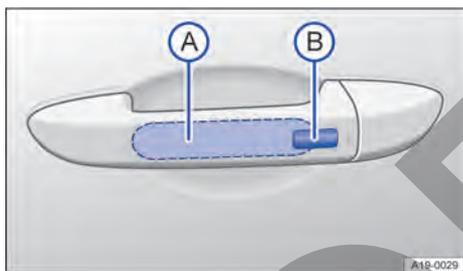

Fig. 43 En la manilla: superficies sensoras.
- Toque la superficie sensora → fig. 43 (A) situada en el lado interior de la manilla de la puerta.
- Toque la superficie sensora → fig. 43 (B) situada en el lado exterior de la manilla de la puerta.
- Además, antes de que transcurran 5 segundos, toque una vez el sensor del lado exterior de la manilla de la puerta → fig. 43 (B). Al hacerlo, no agarre la manilla.
- Mantenga un dedo sobre la superficie sensora → fig. 43 (B) de la manilla de la puerta del conductor o del acompañante durante unos segundos hasta que las ventanillas y el techo se hayan cerrado.